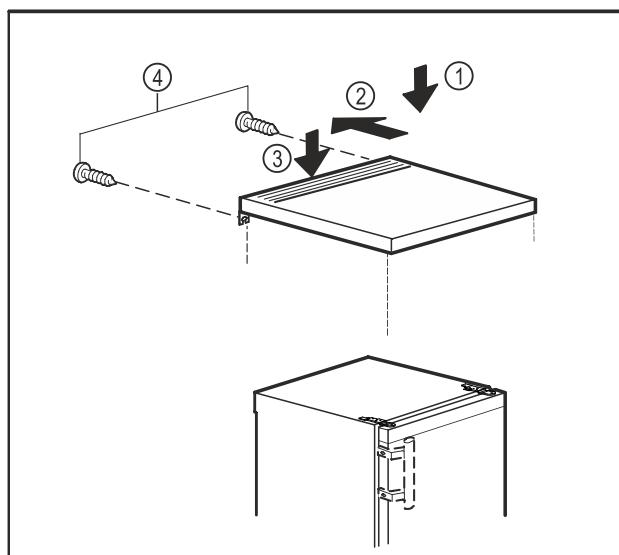

Fig. 10
- Položite stolnu ploču na uređaj. Fig. 10 (1)
- Pomaknite stolnu ploču prema natrag. Fig. 10 (2)
- Pritisnite stolnu ploču otraga prema dolje. Fig. 10 (3)
- Pritegnite vijke na stražnjoj strani. Fig. 10 (4)